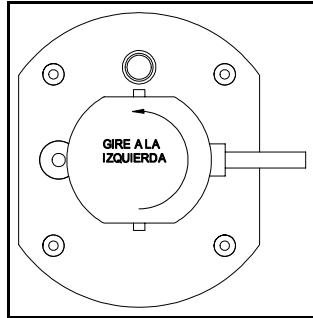

Figura 7
- Gire el ensamblado del reactor Air+Health™ hacia la izquierda hasta que se detenga. (Consulte la figura 7.)
- El cable de energía del ensamblado del reactor debe estar a un ángulo de 90° en relación a la mirilla de la base de montaje. (Consulte la figura 7.)